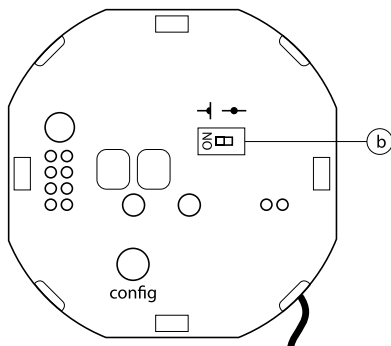

Fig. 20-1b: Terminierungsschalter Geniax Ambient Sensor i
- Ambient Sensor i terminieren gem. Fig. 20-1b, falls der Sensor letzter Busteilnehmer des BUS-Systems oder einer BUS-Linie ist.
Der Geniax Ambient Sensor i verfügt über einen BUS-Abschlusswiderstand von 120  $\Omega$ . Dieser kann über den Terminierungsschalter (b) (Fig. 20-1b) aktiviert werden.